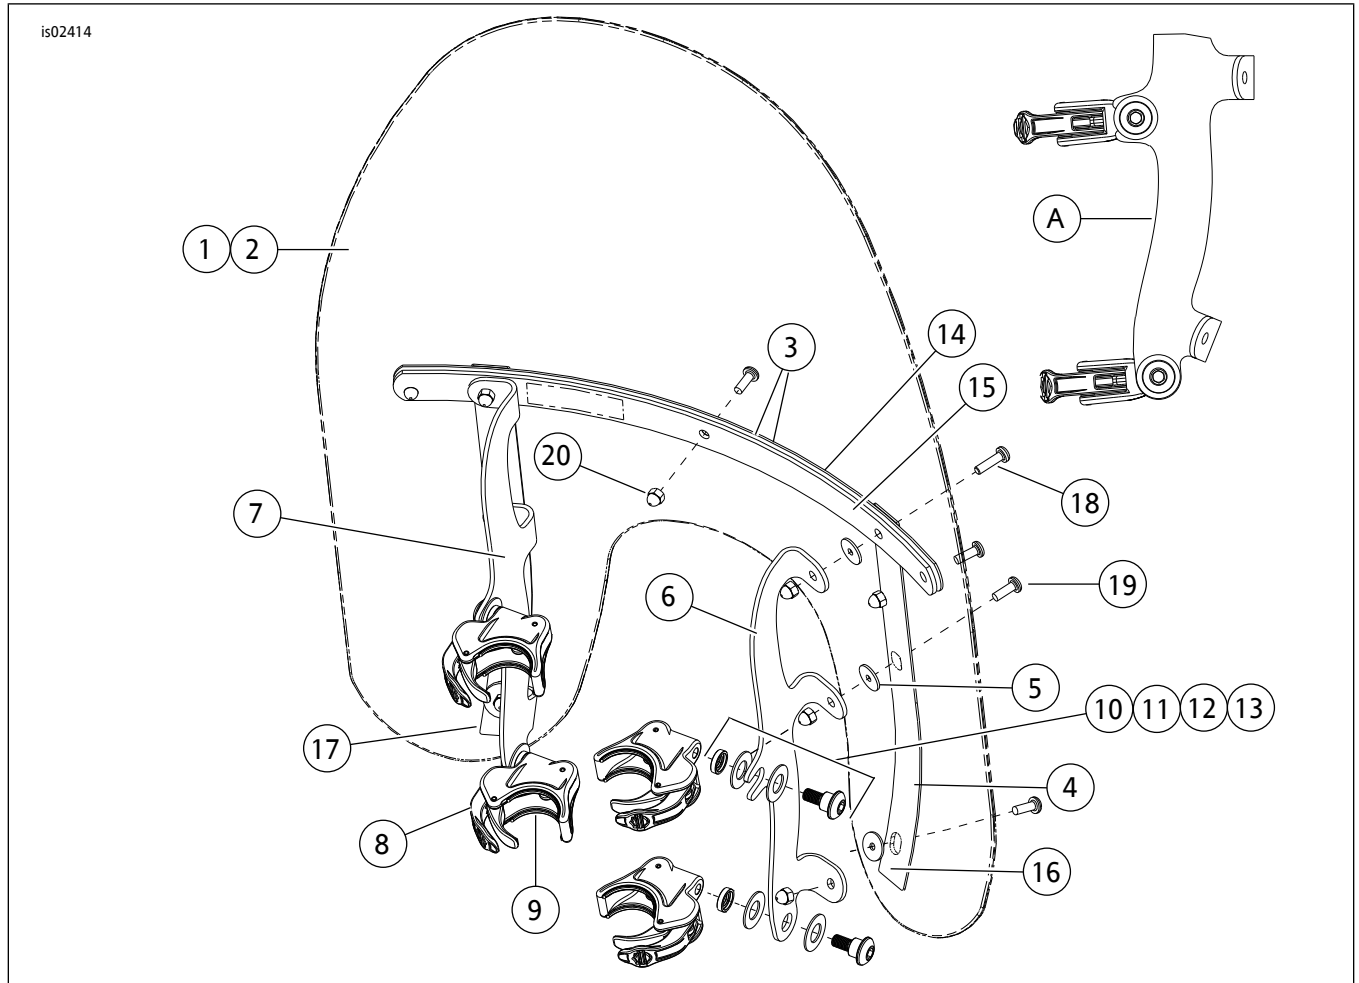
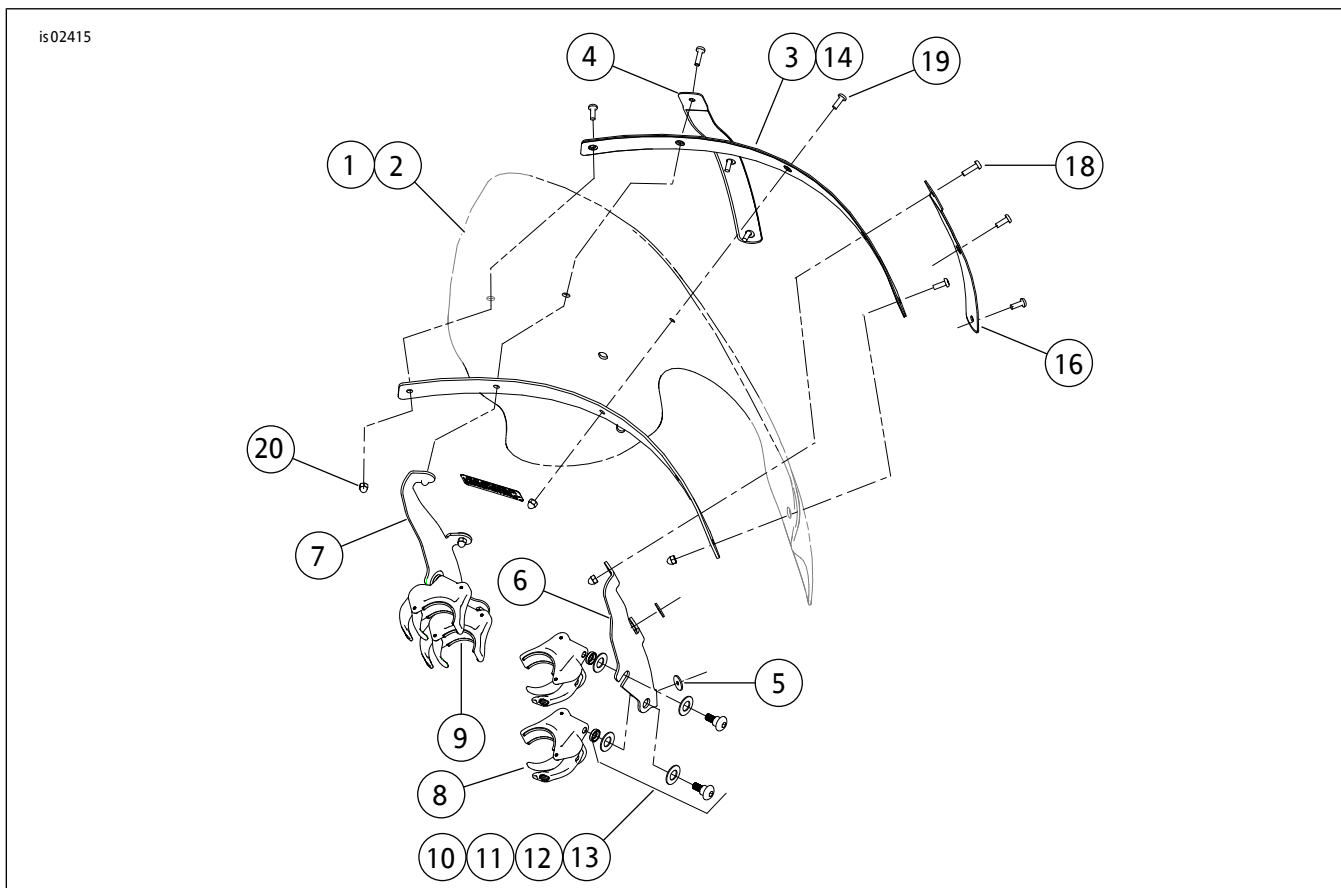
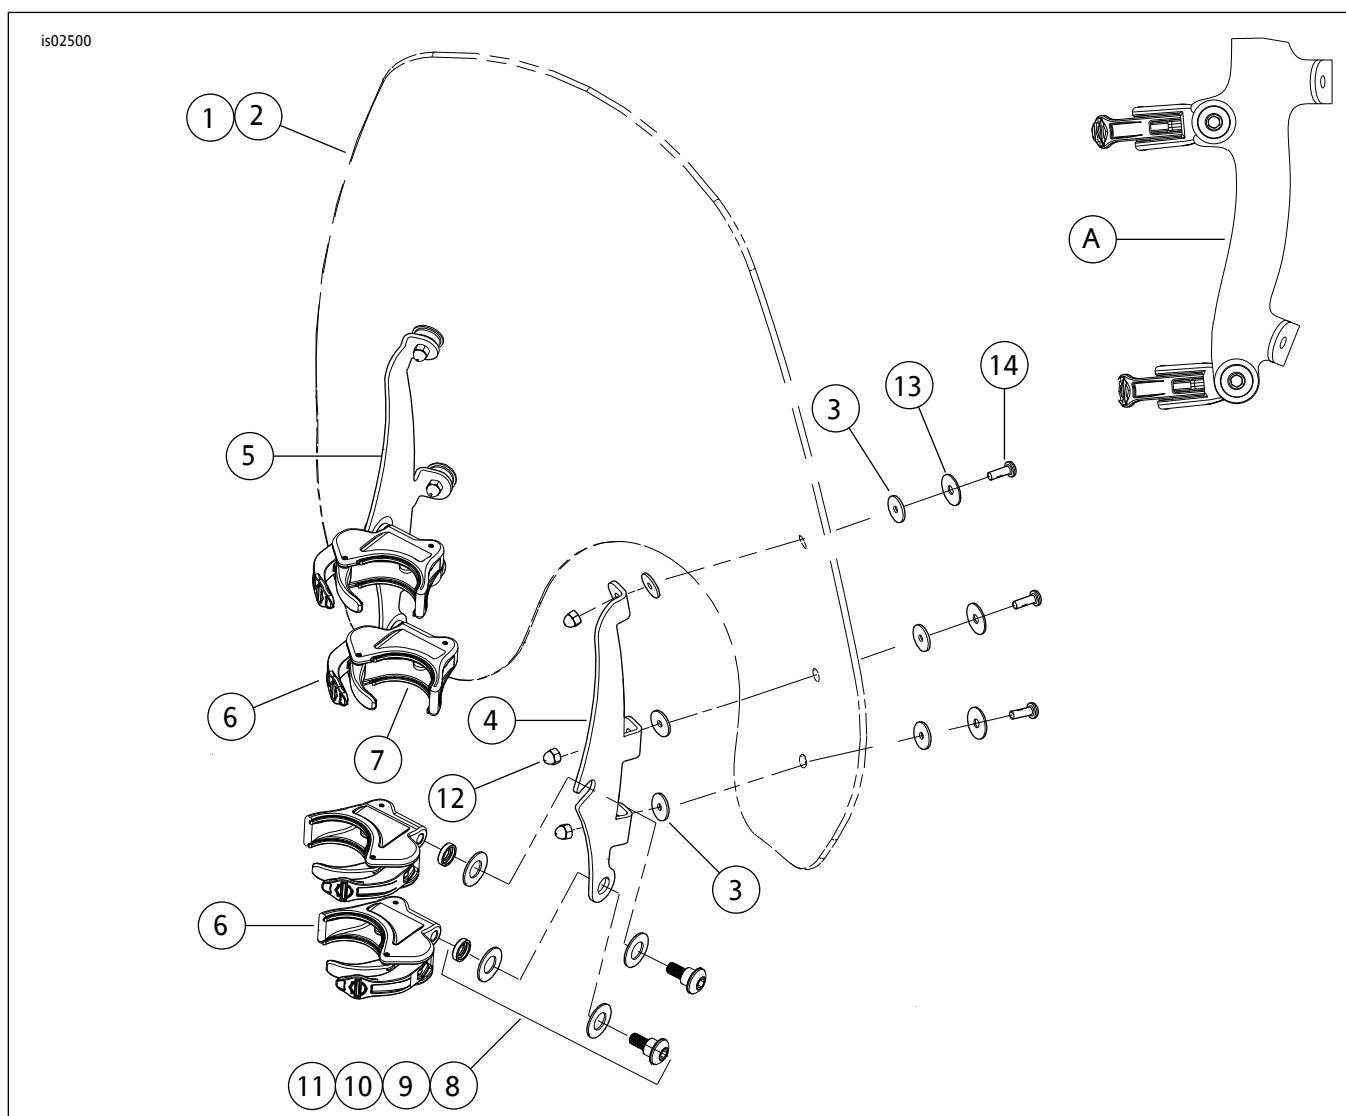

图3。套件内容：紧凑型快速释放挡风玻璃套件( 58387-06、58413-06、58444-06、58346-06、58347-06、58348-06 )
图4。套件内容：旅行快速释放挡风玻璃套件( 57015-06、57016-06 )
图5. 套件内容：超级运动款快速释放挡风玻璃套件( 57300-06、57301-06 )
2. 参见图3、图4、图5、图6、图7和图8。从包装中拆下夹具和五金件套件，分开相似的零件准备组装。